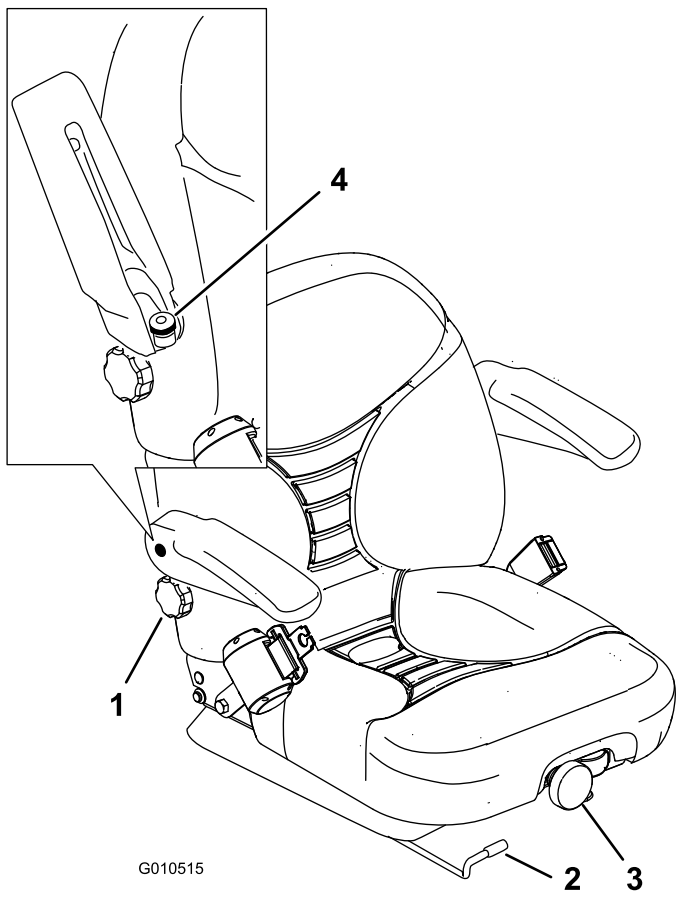

図 5
1. レバーを下に押しと座席のロックが解除されます(図 5)。
調整は、最も乗り心地が良いように前部についているノブを回して行います(図 5)。
調整は、アームレストを上げ、ノブを回して行います(図 5)。
調整は、右側アームレストの下にあるノブを回して行います(図 5)。